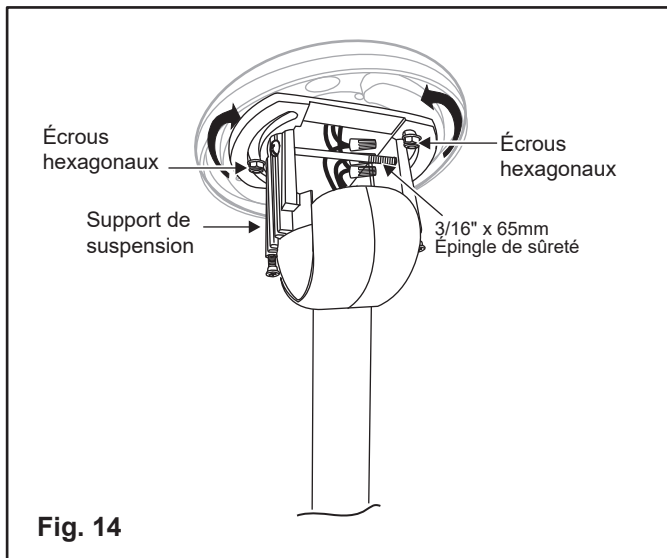

Fig. 14
1. Maintenant, faites pivoter « l'ensemble du ventilateur et de l'adaptateur d'inclinaison » (à gauche ou à droite) en faisant tourner le support de suspension jusqu'à ce que la tige de suspension et l'ensemble du ventilateur de plafond pendent directement vers le bas et que l'ensemble entier « oscille » librement dans la direction exacte du pente du plafond. (Fig.14)
2. Maintenant, serrez solidement les deux (2) écrous hexagonaux qui maintiennent le support de suspension à la plaque de montage. Assurez-vous que le support de suspension est sécurisé et ne peut pas bouger. Ensuite, serrez fermement la goupille de sécurité 3/16" x 65 mm. (Fig. 14).